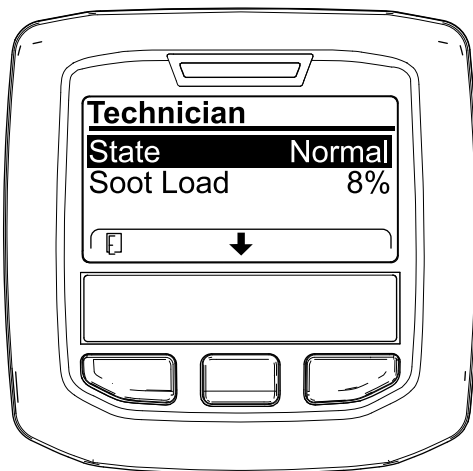

Figura 56
- Servitevi della tabella dell'operatività FAP per comprendere lo stato corrente dell'operatività del FAP (DPF) (Figura 56).